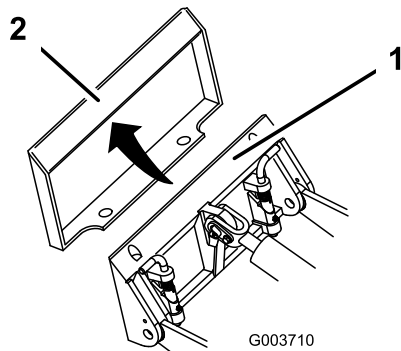

Bild 18
4. Positionieren Sie die Montageplatte am oberen Rand der Aufnahmeplatte am Anbaugerät (Bild 18).